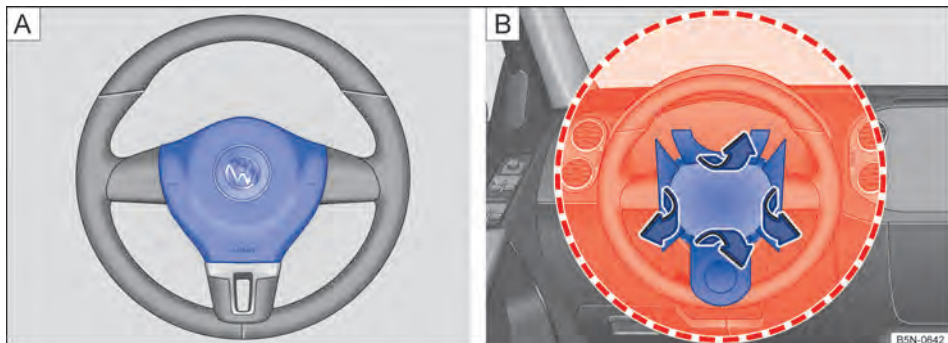
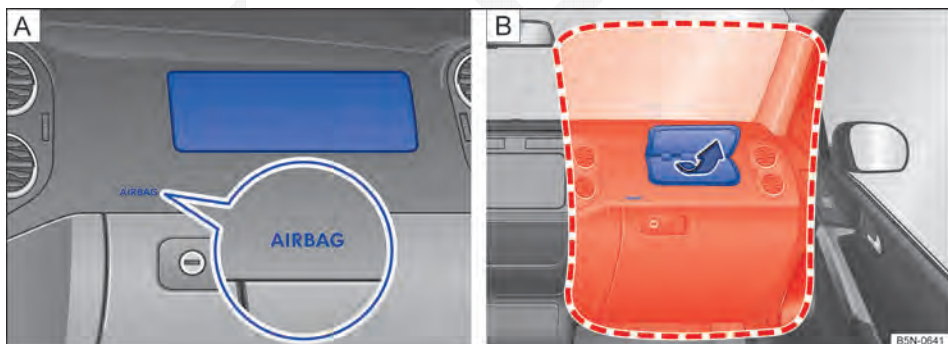

Fig. 71 (A) Local de instalação e (B) área de expansão do airbag frontal do condutor.
Fig. 72 (A) Local de instalação e (B) área de expansão do airbag frontal do passageiro dianteiro.
O airbag frontal do condutor está no volante ⇒ Fig. 71 (A) e o airbag frontal do passageiro dianteiro está no painel de instrumentos ⇒ Fig. 72 (A). Os locais de instalação dos airbags estão identificados pela inscrição "AIRBAG".
As áreas destacadas em vermelho ⇒ Fig. 71 (B) e ⇒ Fig. 72 (B) são cobertas pelos airbags frontais acionados (área de expansão). Por esse motivo, nunca podem ser colocados ou fixados objetos nessas áreas ⇒ . As peças agregadas montadas de fábrica não são cobertas pela ativação do airbag frontal do condutor e do passageiro.
Quando os airbags frontais do condutor e do passageiro dianteiro se inflam, as coberturas dos airbags são rebatidas para fora do volante ⇒ Fig. 71 B e do painel de instrumentos ⇒ Fig. 72 B.
Os airbags dianteiros se inflam diante do volante ⇒ Fig. 71 e do painel de instrumentos ⇒ Fig. 72.